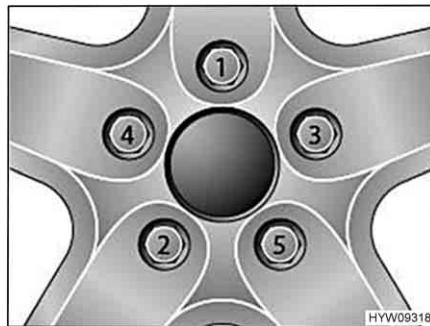

Fig. 210 Serraggio a croce di dadi delle ruote e bulloni delle ruote
- Serrare i dadi delle ruote o i bulloni delle ruote nell'ordine riportato in Fig. 210. A tale scopo, utilizzare una chiave dinamometrica e rispettare la coppia di serraggio indicata (vedi paragrafo 13.5.2).
- Controllare regolarmente il serraggio dei dadi o dei bulloni. Regolare il serraggio dei dadi delle ruote o dei bulloni delle ruote di una ruota sostituita dopo circa 50 km. A tale scopo, procedere seguendo l'ordine indicato in Fig. 210.
- Se si utilizzano cerchioni nuovi o riverniciati, regolare il serraggio dei bulloni o dei dadi dopo altri 1000 - 5000 km. A tale scopo, procedere seguendo l'ordine indicato in Fig. 210.
- ▷ Serrare a croce i dadi o i bulloni delle ruote (Fig. 210).